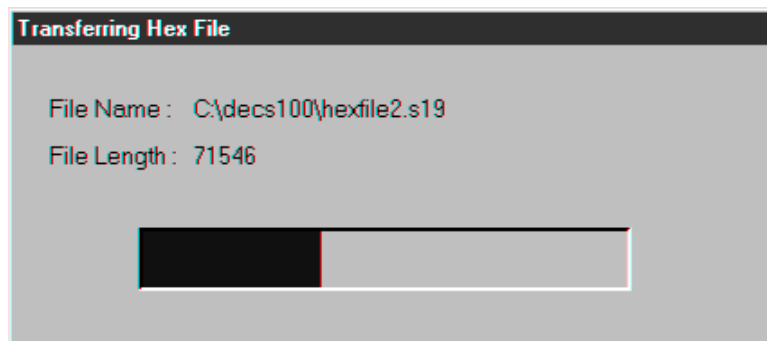

Abbildung 5-26. Fortschritt des Dateitransfers
- Wählen Sie die entsprechende Datei für das Hochladen und klicken Sie die Schaltfläche Öffnen, um den Transfer zu starten. Es wird ein Dialogfenster angezeigt (Abbildung 5-26), das den Fortschritt des Dateitransfers anzeigt.